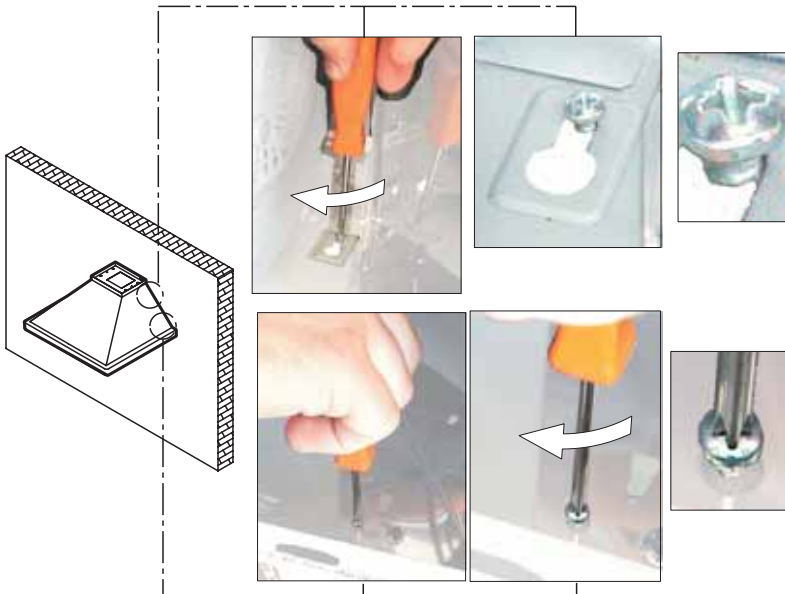

Bild 6
- Die Haube einhängen. **Bild 6.**
- Die Fettfilter entfernen, vom Innern der Haube aus mit 2 Schrauben endgültig befestigen. **Bild 6.**